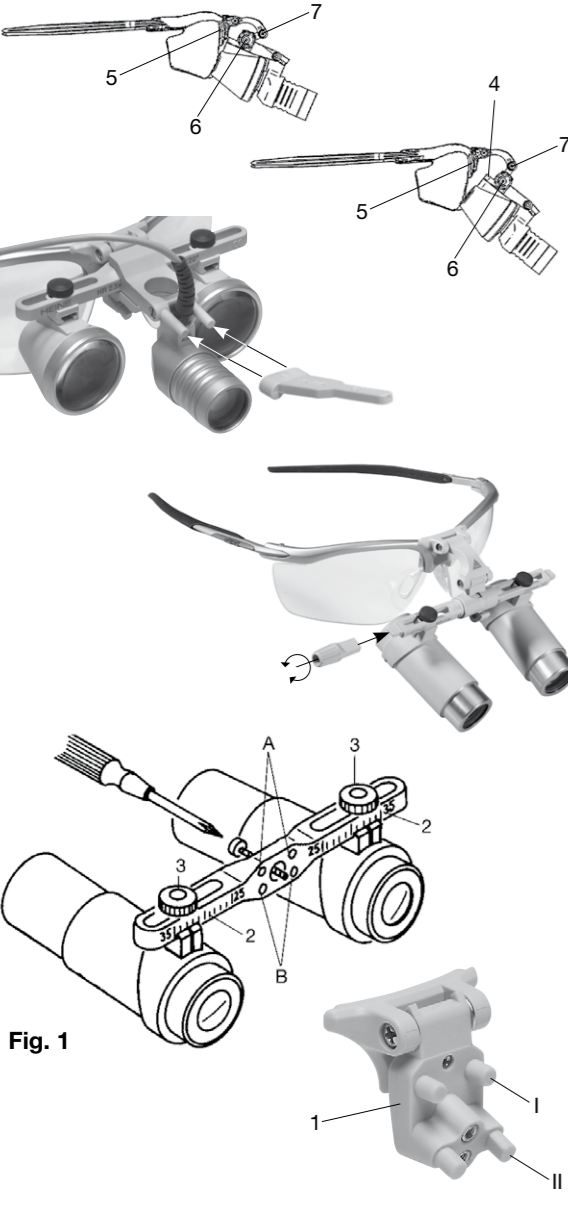

Fig. 1
- Stellen Sie vor dem Aufsetzen der Lupe Ihre Pupillendistanz (PD) oder einen mittleren Wert auf der Skala (2) (Fig.1) ein: Lösen Sie die Rändelschrauben (3) (Fig.1) und verschieben Sie beide Okulare symmetrisch.
- Sichern Sie die Okulare mit den Rändelschrauben (3) (Fig.1).
- Select the inter-pupillary distance (PD) or an average value on the scale (2) (Fig.1) to do this, loosen the screws (3) (Fig.1) and slide both eyepieces in or out until they are symmetrical.
- Fix the eyepieces in place by re-tightening the screws (3) (Fig.1).